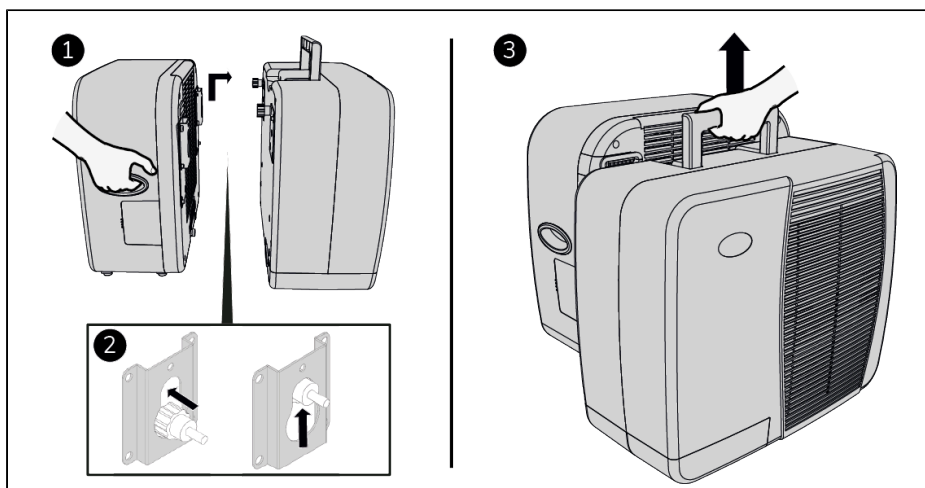

Figure 53.
5. Accrochez l'unité intérieure à l'unité extérieure pour faciliter le transport (Figure 53).